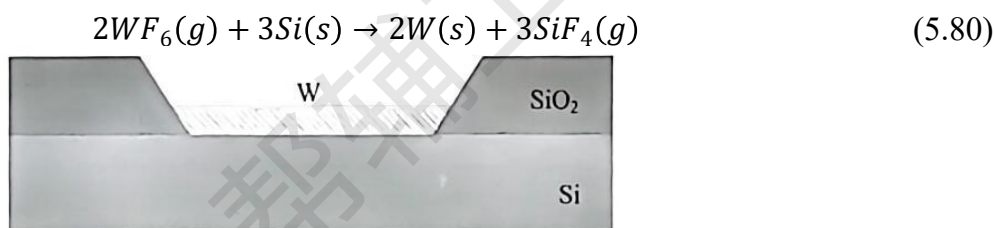

图 5.33 金属钨的选择性 CVD 生长
(6)某些化学反应对生长区域具有选择性，因此可以进行选择性 CVD 生长。例如，需要以如图 5.33 所示的结构中表面为 Si 的部分作为生长表面，而  $\text{SiO}_2$  作为非生长表面，淀积金属 W 时，可以选用的化学反应有